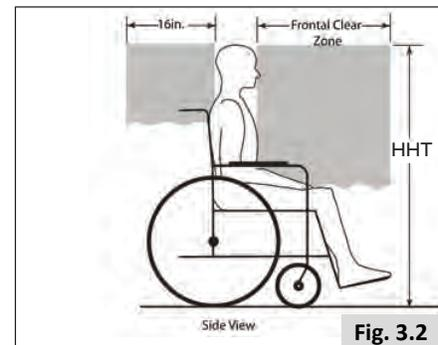

Fig. 3.2
4. La hauteur estimée du siège (HHT, estimated seated height) depuis le sol ou le plancher jusqu'au sommet de la tête de la personne assise dans le fauteuil roulant est de l'ordre de 119 cm (47 po) pour une femme adulte de petite taille et de l'ordre de 155 cm (61 po) pour un homme adulte de grande taille (Fig. 3.2).